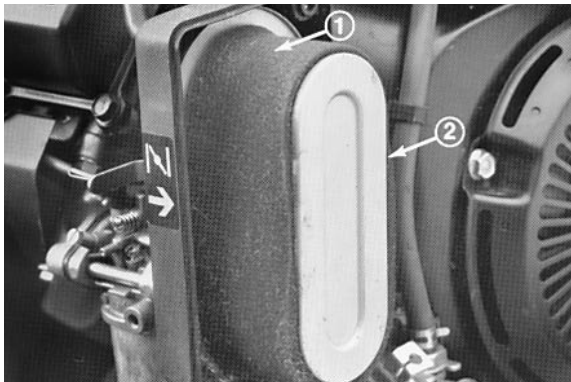

Bild 24
3. Entfernen Sie das Schaumelement vom Papierelement, wenn es verschmutzt ist (Bild 24). Reinigen Sie es gründlich.